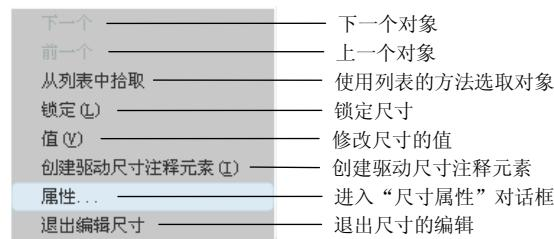

图 5.9.4 快捷菜单
Step2. 右击，在弹出的图 5.9.4 所示的快捷菜单中选择 属性 命令，此时系统弹出“尺寸属性”对话框。